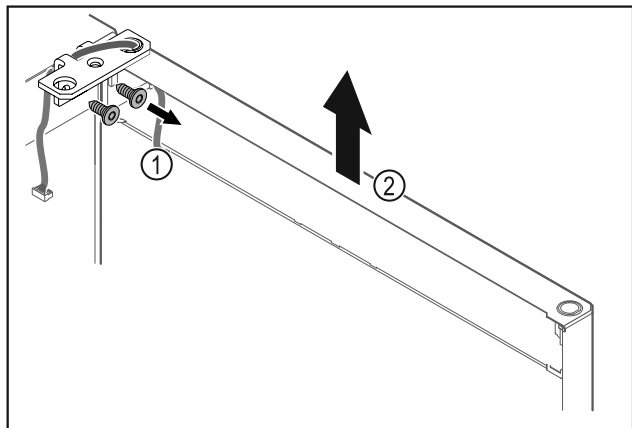

Fig. 27
- ▶ Skru hængselvinklen Fig. 27 (1) af.
- ▶ Løft døren og hængselvinklen Fig. 27 (2) ca. 200 mm lige op, og tag dem af.